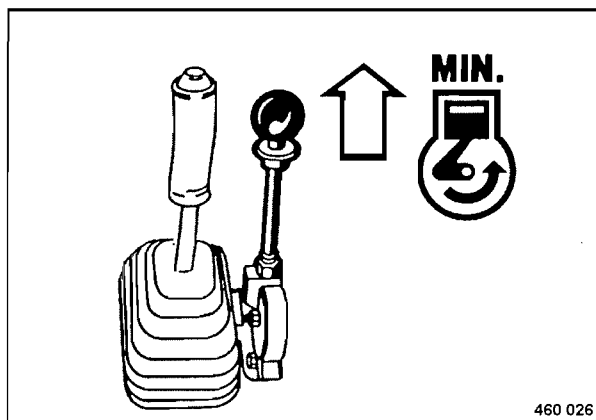

Fig. 36
- Colocar la palanca reguladora de revoluciones (Fig. 36) en posición "MIN".